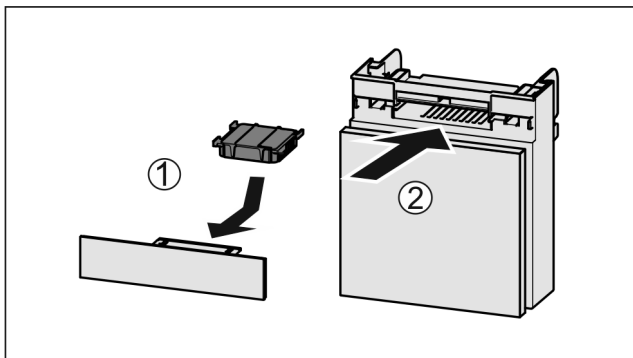

Fig. 70
- ▶ Vložte aktívny uhlíkový filter podľa obrázka Fig. 70 (1).
- ▶ Zasuňte zásuvku Fig. 70 (2).